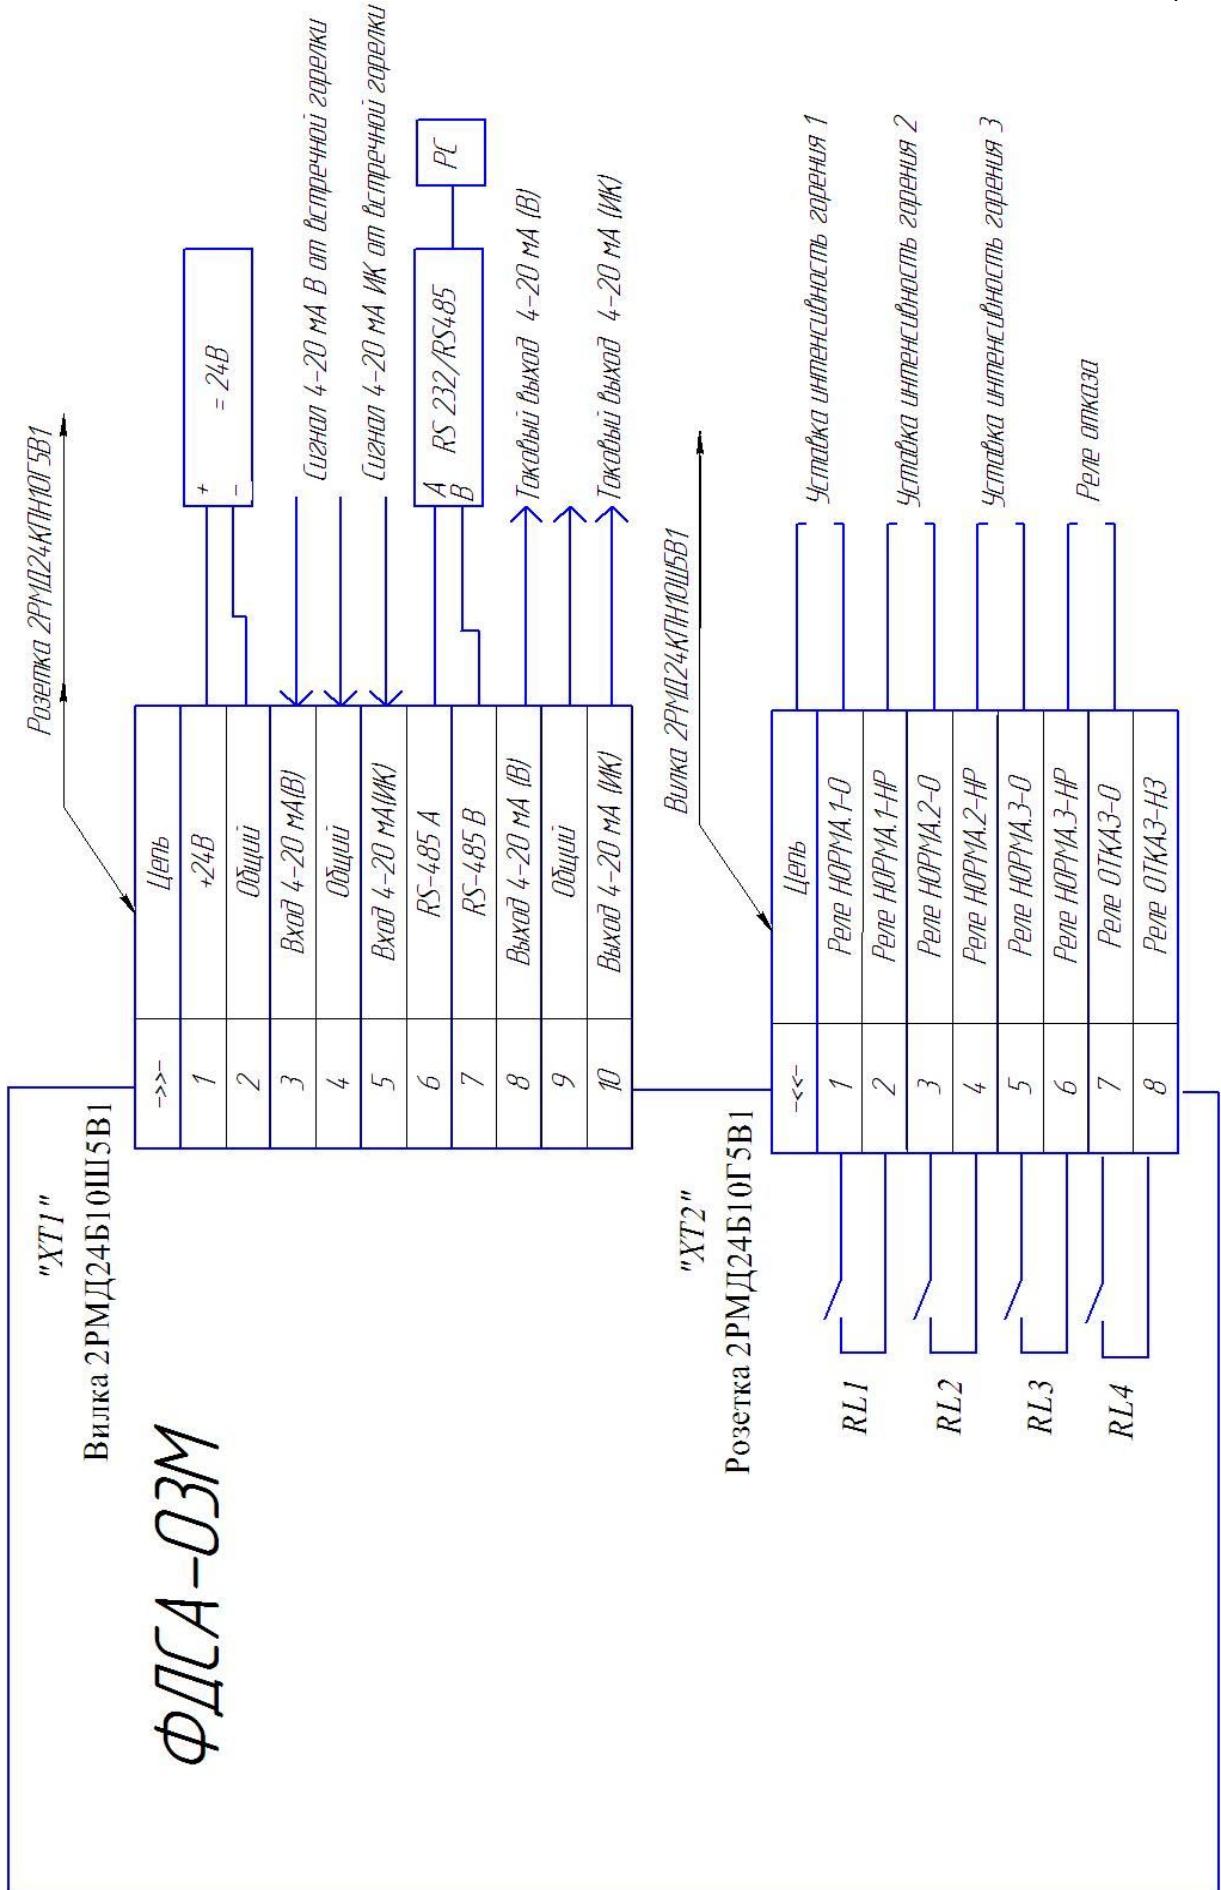

Рис.2 Схема подключения устройства контроля пламени ФДСА-03М-04.
9.1.3. Схема подключения устройства представлена на рис. 2.